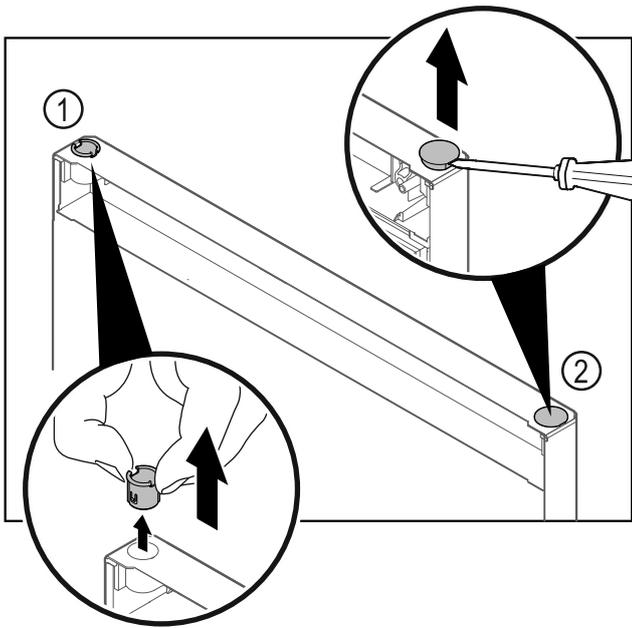

Fig. 22
- ▶ Изтеглете с пръсти втулката на пантата Fig. 22 (1).
- ▶ С плоска отвертка внимателно повдигнете покриващата тапа Fig. 22 (2) и я извадете.